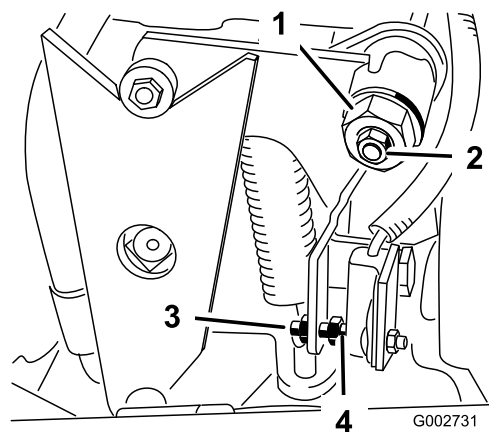

Figura 21
4. Desaperte a porca de bloqueio no excêntrico de tracção (Figura 21).
5. Ligue o motor e rode o excêntrico sextavado (Figura 21) em ambas as direcções para determinar a posição intermédia do ponto morto.
- Ajuste o parafuso até a folga de ar ser de 1,5 mm $\pm 0,80$ (Figura 21).